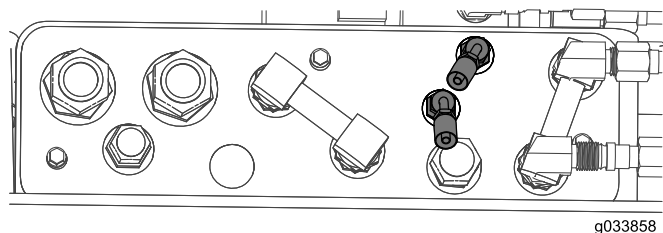

Рисунок 8
2. Убедитесь, что штуцеры на гидравлической соединительной панели установлены, как показано на Рисунок 8.